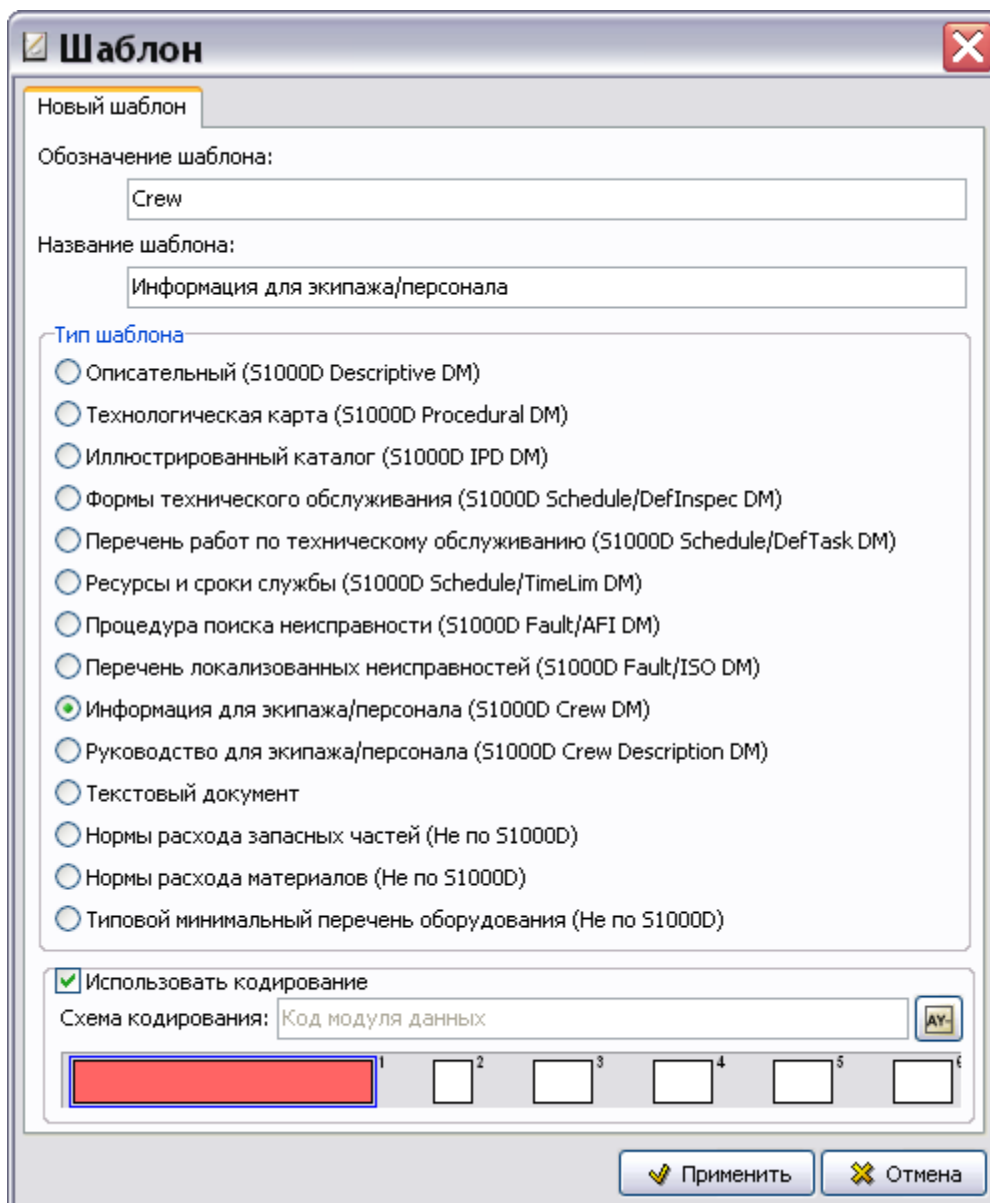

Рис. 3.72
2. В диалоговом окне **Шаблон** введите обозначение шаблона – «Crew» и название – «Информация для экипажа/персонала» (Рис. 3.72).